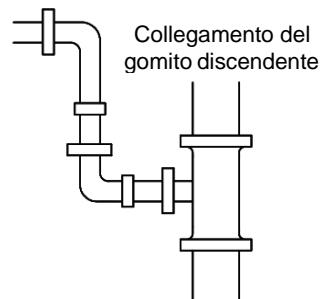

Fig. 4.3.7
- ② : Collegamento del gomito discendente (Fig. 4.3.7)